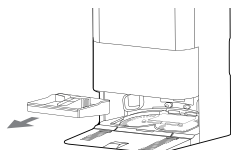

Abbildung 24
1. Klopfen Sie vorsichtig auf den mittleren Griff des Basisstation-Gehäuses und ziehen Sie ihn nach oben, um die Reinigungswanne der Ladestation (die Waschplatte). [Abbildung 24]